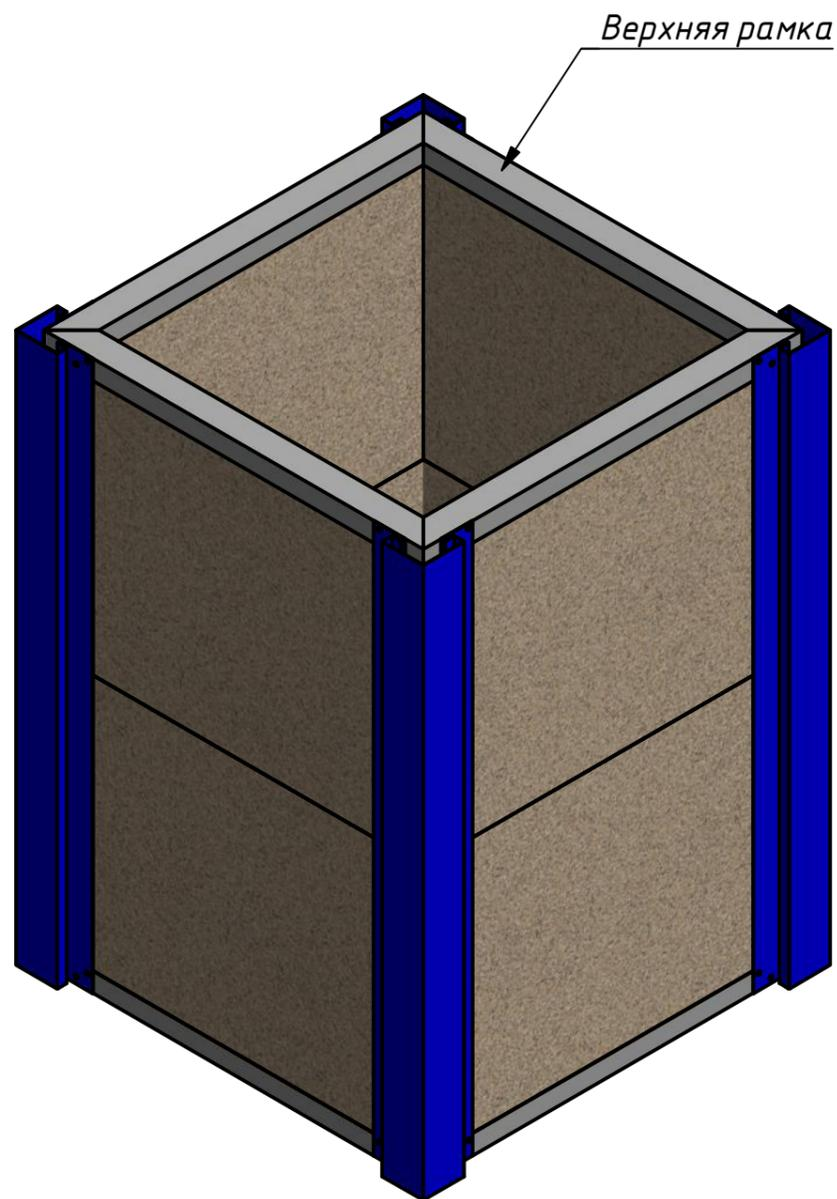

Рис. 9
4.2.4. Сверху конструкцию обвязать верхней рамкой (рис. 9).